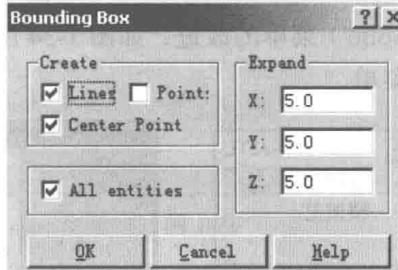

图 1-29
(6) 增加边界盒对话框, 当在 Job Setup (工件设置) 对话框中单击 Bounding Box (边界盒) 按钮, 打开 Bounding Box (边界盒) 对话框, 如图 1-29 所示, 在 Expand (扩展) 中, 设置 XYZ 都为 5 毫米的加工余量。